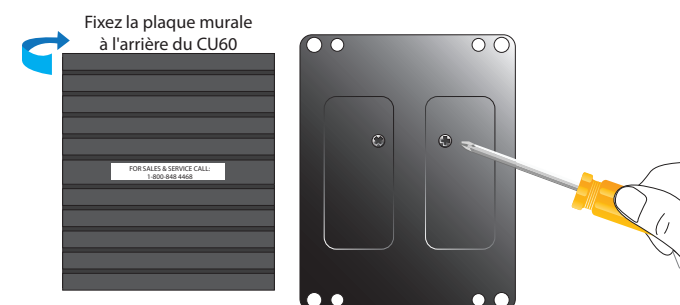

Fig. 1.5
- 6 Fixez le CU à la plaque murale du CU à l'aide du matériel fourni (voir Fig. 1.5).